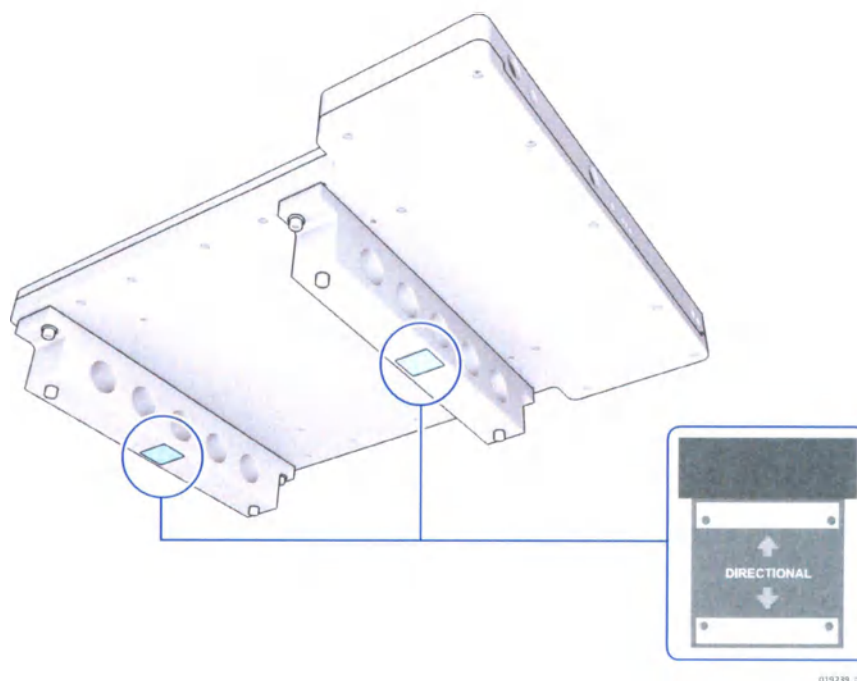

Рис. 7.29 Соединительные опоры с этикетками
- 2 Определите правильную ориентацию соединительных опор (см. Рис. 7.29).